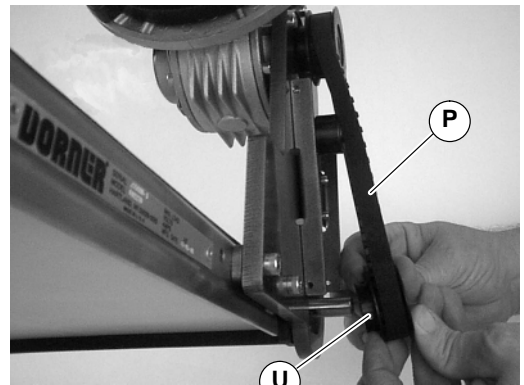

Abbildung 12
3. Zahnriemen (P siehe Abbildung 12) entfernen.
HINWEIS: Falls der Zahnriemen nicht über die Zahnscheibenflanke gleitet, die Madenschrauben der Abtriebszahnscheibe (U siehe Abbildung 12) lösen, und Zahnscheibe samt Riemen abnehmen (P). Für erneute Installation siehe Schritte 6 und 7 auf Seite 6.